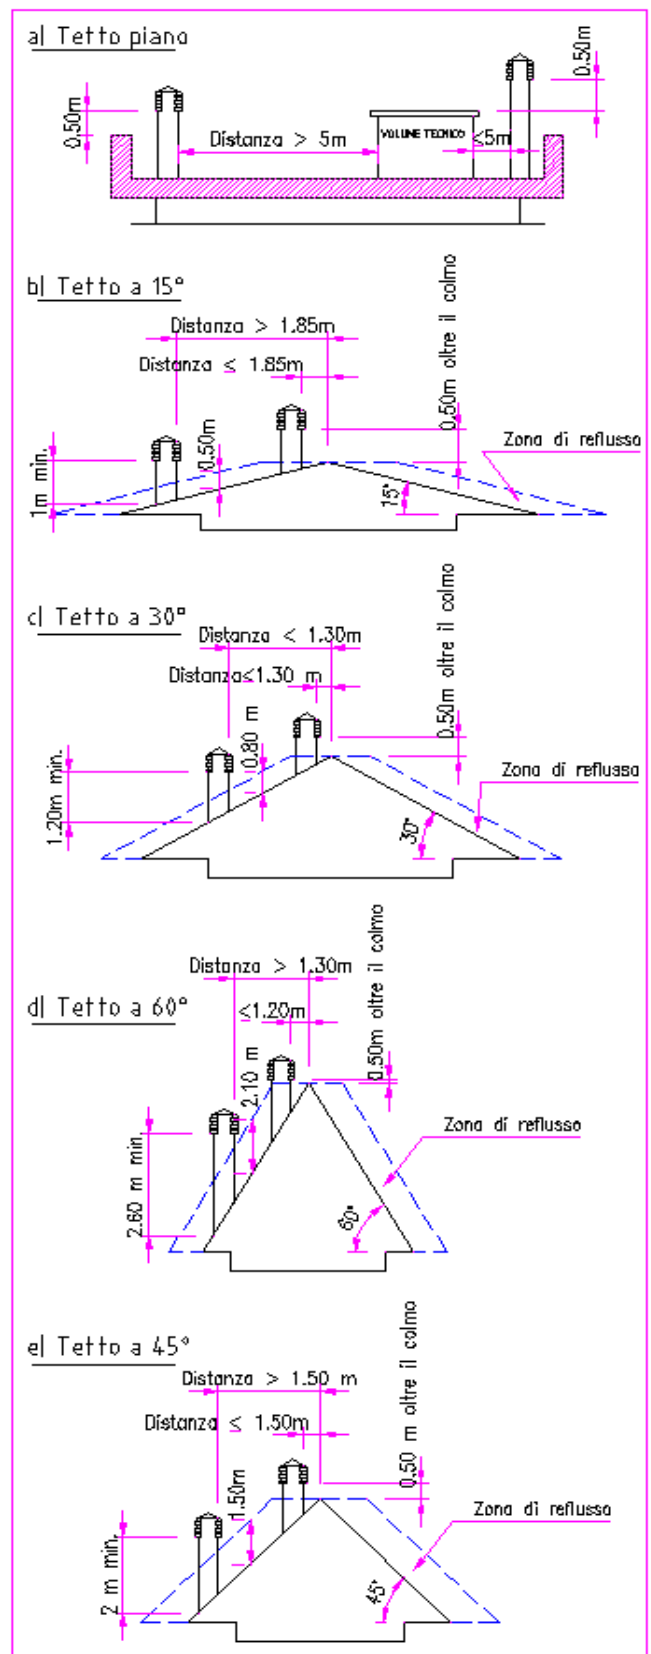

Fig.4
Il tipo (C) di realizzazione artigianale non è antivento. L'area dei fori per l'evacuazione fumi deve essere il doppio dell'area della canna fumaria e essere conformato in modo che, anche in caso di venti in ogni inclinazione e direzione, sia assicurato lo scarico dei fumi. Deve impedire l'entrata della pioggia della neve e eventuali animali. La quota di sbocco in atmosfera deve essere al di fuori della zona di reflusso provocata dalla conformazione del tetto o da ostacoli che si trovano in prossimità (fig.4).